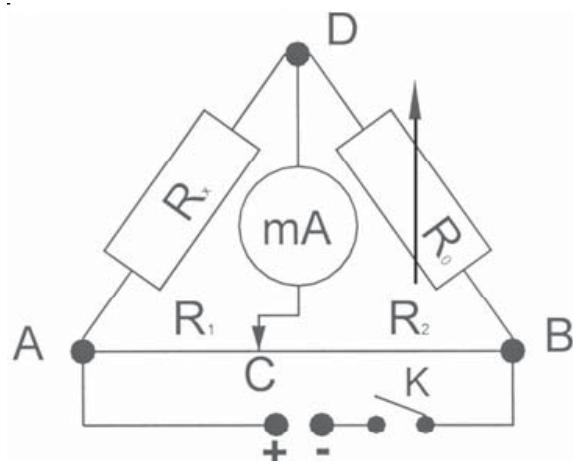

Fig. 1
El montaje de un circuito puente de Wheatstone sirve para determinar el valor de una resistencia desconocida (véase Fig. 1).
- El montaje experimental se debe conectar como se muestra en la imagen (véase Fig. 1).